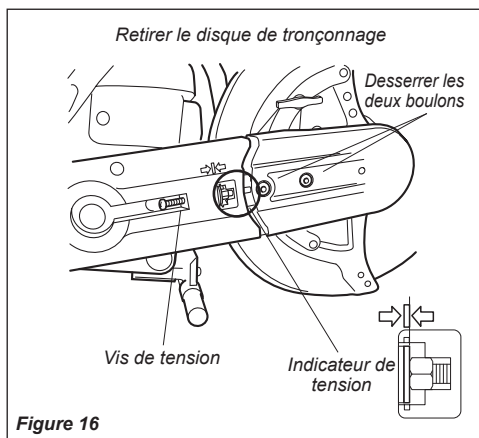

Figure 16
1. Retirer le disque de tronçonnage (voir les pages 10 et 11). À l'aide d'un tournevis cruciforme, desserrer la vis de tension jusqu'à ce que l'indicateur de tension se trouve complètement sur la partie avant du plateau. Voir figure 16.